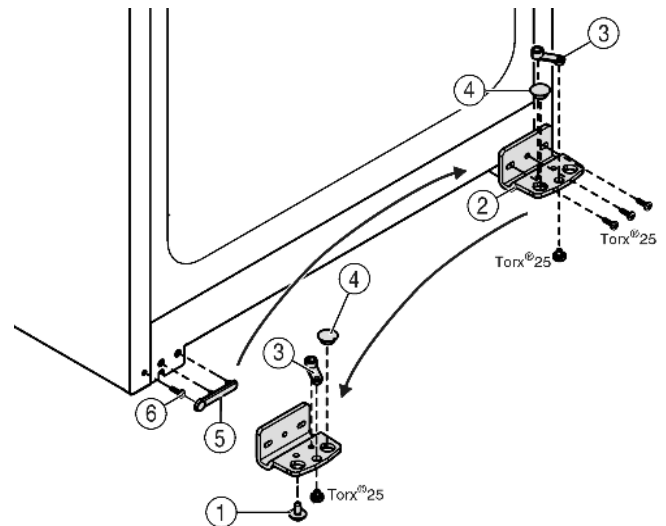

Fig. 6
- ▶ Lagerbock *Fig. 6 (2)* abschrauben.
- ▶ Lagerteil *Fig. 6 (3)* abschrauben und in das gegenüberliegende Aufnahmeloeh des Lagerbocks umsetzen, wieder festschrauben.
- ▶ Stopfen *Fig. 6 (4)* aus dem Lagerbock herausnehmen und in das gegenüberliegende Aufnahmeloeh des Lagerbocks umsetzen.
- ▶ Griffseitige Abdeckung *Fig. 6 (5)* vorsichtig abheben.
- ▶ Schraube *Fig. 6 (6)* herausdrehen und auf der Gegenseite wieder einsetzen.
- ▶ Abdeckung *Fig. 6 (5)* wieder aufsetzen.
- ▶ Lagerbock *Fig. 6 (2)* auf der neuen Scharnierseite **fest (mit 4 Nm)** ggf. mit Hilfe eines Akkuschräubers wieder festschrauben.